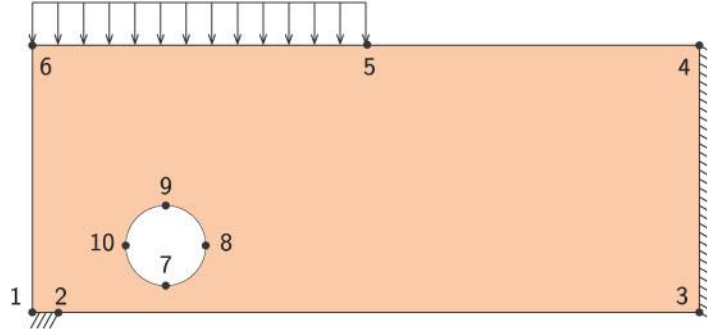
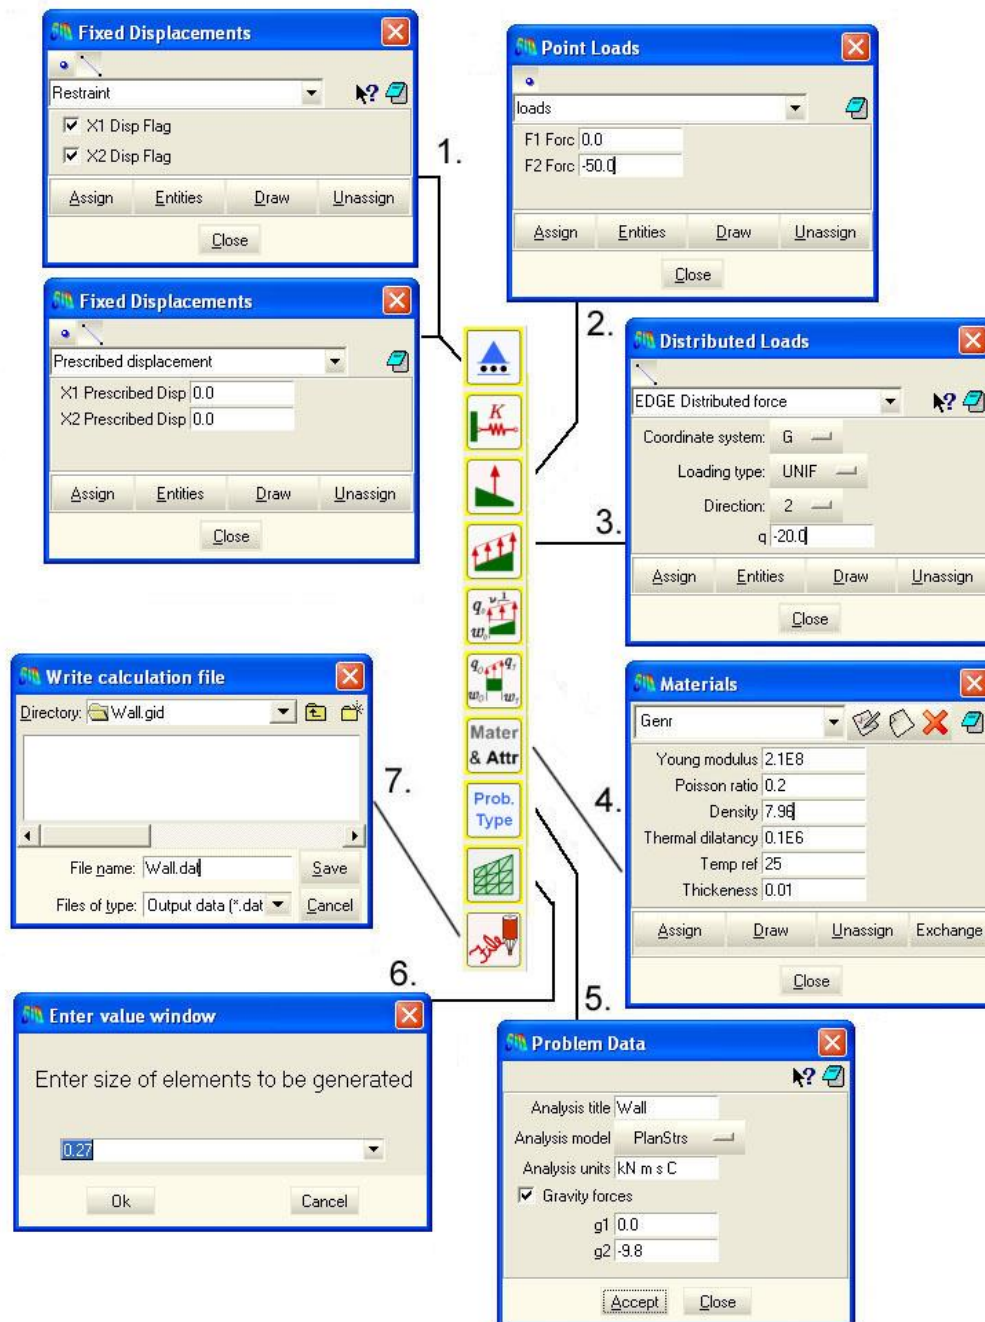

Fig. 2 Pontos usados na definição da geometria.
Fig. 7 Botões de atalho e as respectivas janelas.
Na próxima seção, construiremos o modelo sólido a partir dos pontos e segmentos indicados na Fig. 2, os quais serão usados para descrever a geometria e as condições de contorno.
A interface do GiD com o programa xFram é ativada através do menu: *Data > Problem type > xFram-FEM\_2D\_v64*. Em resposta, GiD mostra a janela de identificação da interface e disponibiliza os botões de atalho resumidos na Fig. 7. Os arquivos de interface devem permanecer na pasta *problemtypes\xFram-FEM\_2D\_v64.gid*, localizada na pasta principal do GiD, para que a opção *xFram-FEM\_2D\_v64* apareça no menu.
A ordem em que as cinco primeiras janelas da Fig. 7 são percorridas não tem importância, mas todas elas devem ser preenchidas antes da geração da malha de elementos finitos e da criação do arquivo de dados.
Deslocamentos podem ser bloqueados ou ter valores impostos a pontos ou linhas do modelo. Vamos restringir os deslocamentos das linhas 1-2 e 3-4 da Fig. 2 nas duas direções; isto implica em bloquear todos os nós da malha gerados sobre essas linhas:
- aplique, por meio do botão 'Assign' na parte inferior, as vinculações às linhas 1-2 e 3-4 da Fig. 2;
Na janela aberta, selecione *EDGE distributed force*, o sistema global G de coordenadas, o tipo UNIF, a direção 2 correspondendo ao eixo global Y, e entre o valor -20.0 para a magnitude de  $\bar{q}$ . A janela 3. da Fig. 7 mostra a janela preenchida. Aplique, por meio do botão 'Assign,' a força distribuída à linha 6-5 da Fig. 2.